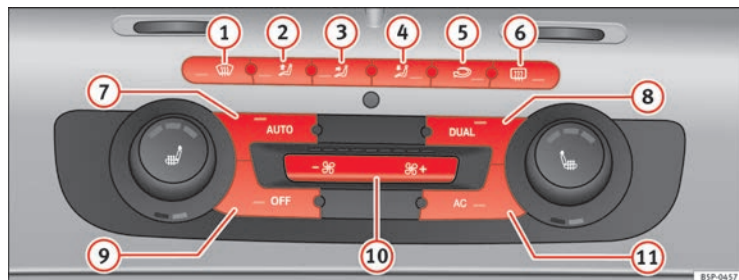

Fig. 133 Mandos del 2C-Climatronic en el tablero de instrumentos.
- Para activar el modo manual pulse una de las teclas ⇒ página 170, fig. 133 (1) al (5), o pulse las teclas de la turbina (10). La función seleccionada aparecerá en el display de la radio o del navegador.
- Pulse la tecla  ⇒ **página 170, fig. 133 2** para conectar o desconectar la recirculación de aire. Está conectada si en el display aparece el símbolo .